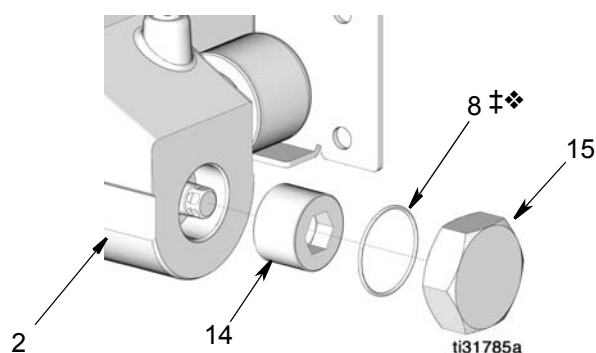

FIG. 24
21. Placer l'écrou (14) sur la base de la pompe (2). Serrer à un couple de 100 à 105 ft-lbs (135,6 à 142,4 N•m) (FIG. 24).
22. Lubrifier le joint torique (8‡❖). Placer le joint torique et l'écrou de fin de course de la pompe (15) sur la base de la pompe (FIG. 24). Serrer l'écrou à un couple de 45 à 50 ft-lbs (61,01 à 67,79 N•m).